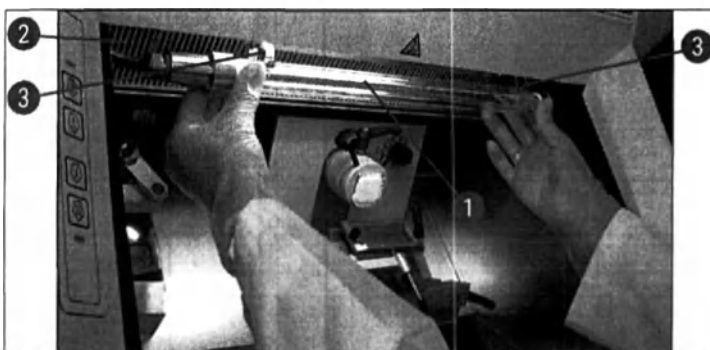
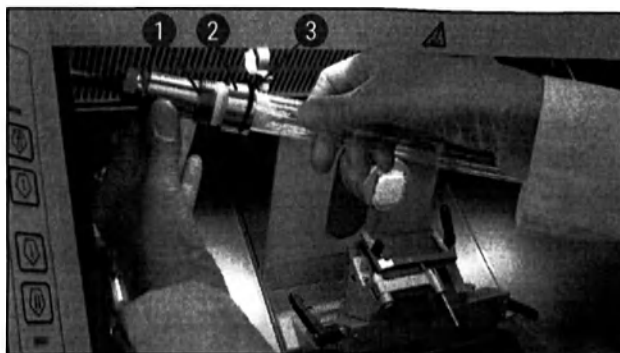

Рис. 63
Рис. 64
2. Отсоедините металлическое кольцо (→ Рис. 64-1) на патроне (→ Рис. 64-2) в направлении, указанном стрелкой (→ Рис. 64-3), и осторожно вытяните лампу из патрона правой рукой (→ "Рис. 63") (→ "Рис. 64").